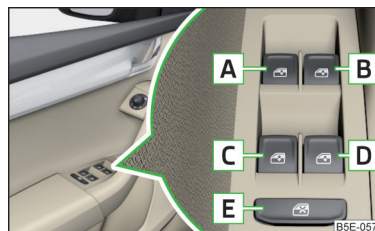

Fig. 42
Tastele pentru acționarea geamurilor » fig. 42
- După deschiderea portierei șoferului sau a pasagerului față, operarea geamurilor va mai fi posibilă numai de la butonul **A** » fig. 42, prin apăsarea, respectiv tragerea acestuia pentru cca. 2 secunde.
- **sau:** Decuplați contactul, deschideți portiera șoferului și mențineți butonul **A** până la capăt în poziție de deschidere » fig. 42 la pagina 61.
- **sau:** Decuplați contactul, deschideți portiera șoferului și mențineți butonul **A** până la capăt în poziție de închidere » fig. 42 la pagina 61.